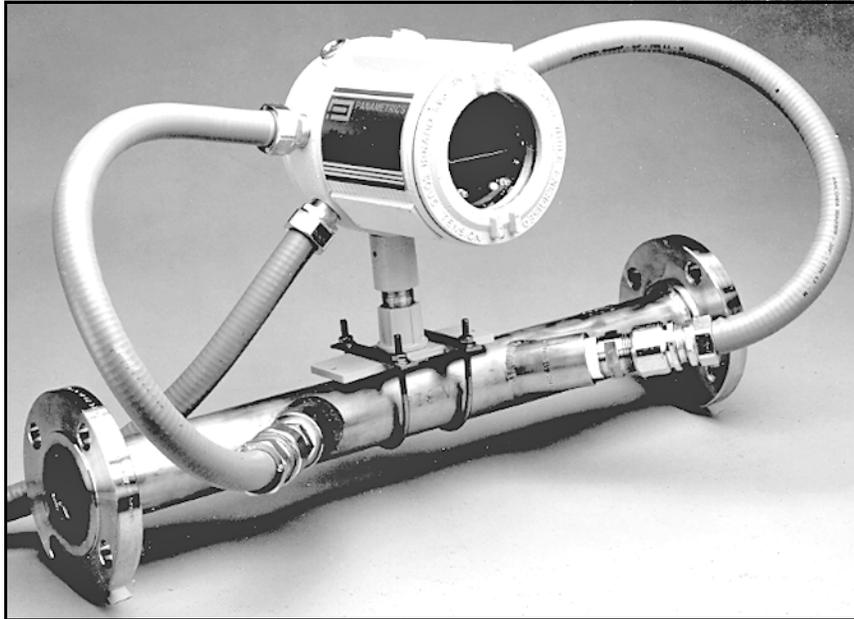

Figure 1: Un système modèle XMT868i type
Comme l'emplacement relatif de la cellule débitmétrique et du boîtier électronique est important, suivez les consignes de cette section pour planifier l'installation du XMT868i. *Figure 1* ci-dessous illustre une installation type.
*Figure 1 à la page 2 illustre une manchette de raccordement type pour le modèle XMT868i, avec une équerre de fixation permettant de maintenir le boîtier électronique. Pour des instructions détaillées sur l'installation des transducteurs et/ou de la manchette de raccordement, reportez-vous aux schémas fournis et au *Guide d'installation des transducteurs* approprié.*